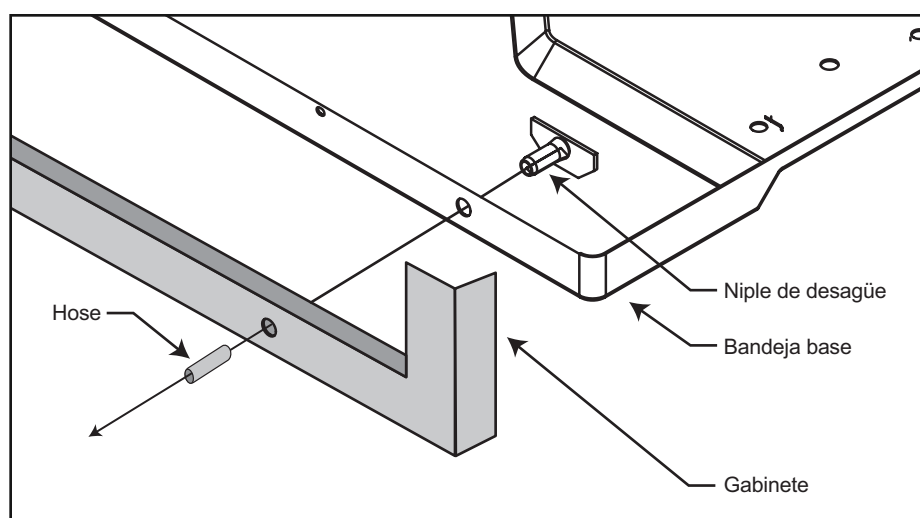

Figura 13
- PASO 1. Busque la placa para drenaje en la parte posterior de la bandeja base y quítela. (Ver Figura 13). Usando los tornillos de la placa, instale la arandela y el tubo de drenaje en la bandeja base.